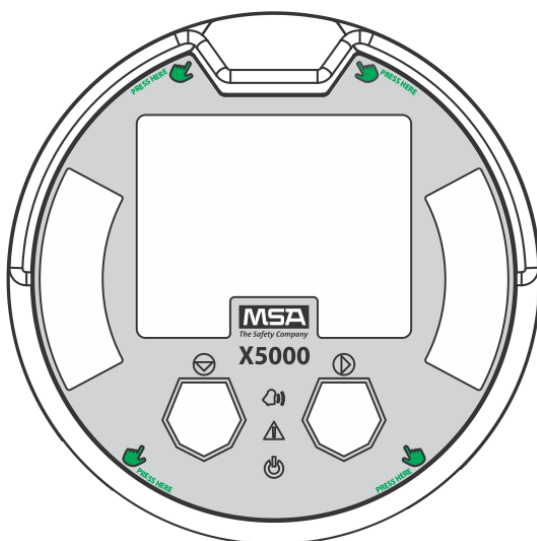

Рис. 33 Выделенные участки указывают на места, на которые необходимо надавить при установке блока плат на место
- (12) Установите блок плат на месте, совместив четыре металлических выступа с четырьмя отверстиями внутри корпуса ULTIMA X5000. Надавите на блок плат в указанных местах (см. Рис. 33).